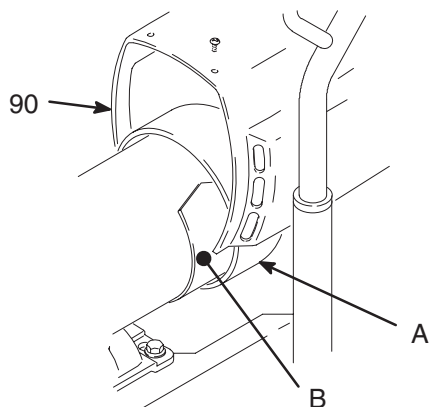

Fig. 4
5. Fig. 4. Enlever le capotage du moteur (90) et les trappes de visite (A).
4. Fig. 4. Démontez le capotage moteur (90). Enlever les couvercles de visite (B) et les joints de chaque côté du moteur.
16. Fig. 4. Monter les joints et trappes de visite (B) de chaque côté du moteur. Monter le capotage moteur (90).